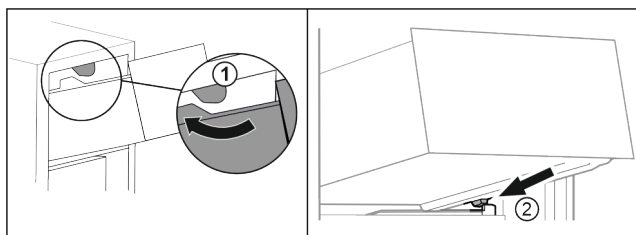

Fig. 97
- Far passare il cassetto sui fermi superiori. Fig. 97 (1)
- Applicare il cassetto inclinandolo dietro i fermi inferiori sulla nervatura del contenitore. Fig. 97 (2)